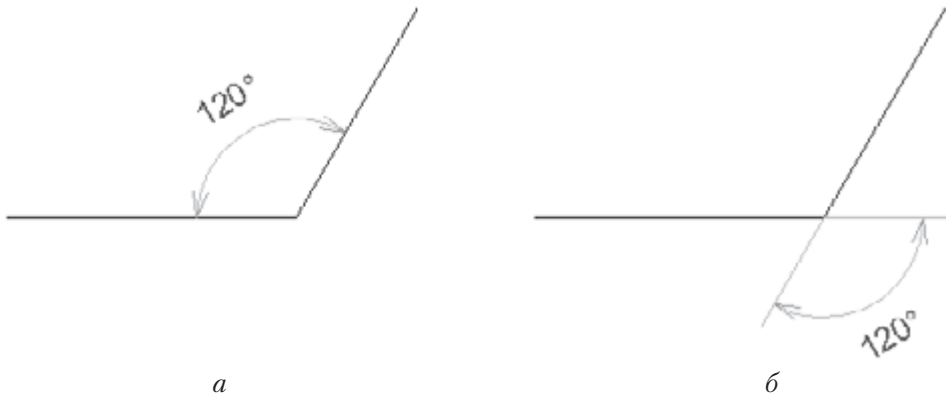

Рис. 10.11. Построение внутренних угловых размеров
- ☑ размерная линия внутри измеряемого угла — измеряется внутренний угол (рис. 10.11, а);
- ☑ размерная линия снаружи измеряемого угла — строится центральный угол, размер ставится внутри него (рис. 10.11, б).